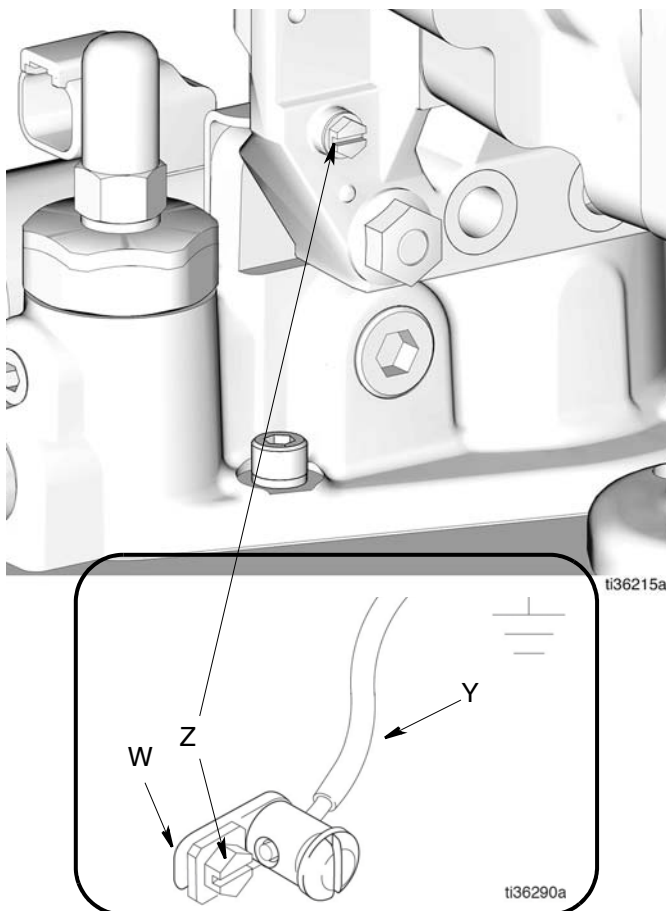

FIG. 1
Para conectar a tierra la bomba: Quite el tornillo de conexión a tierra (Z) que se encuentra en la parte trasera de la caja de engranajes e insértelo por el ojo del terminal del anillo (W) en el extremo del cable de tierra (Y). Ajuste el tornillo de tierra (Z) en la bomba y apriételo firmemente. Conecte el otro extremo del cable de tierra (Y) a una toma de tierra fiable (FIG. 1). Para pedir un cable y una abrazadera de conexión a tierra, pida la pieza 222011.